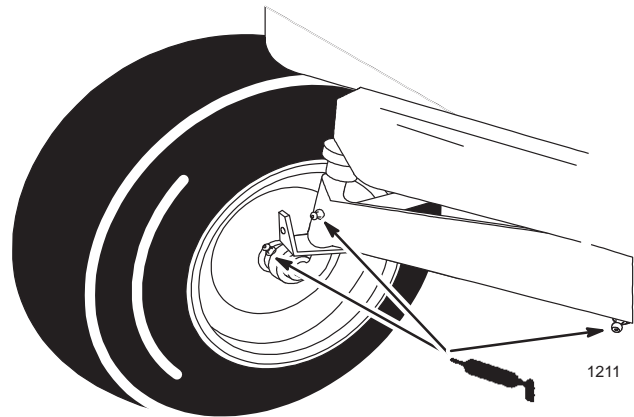

Abbildung 25
1. Die Vorderräder schmieren, bis das Fett beginnt, aus den Lagern auszutreten (Abb. 25).
2. Den vorderen Achsschenkel schmieren (Abb. 25).